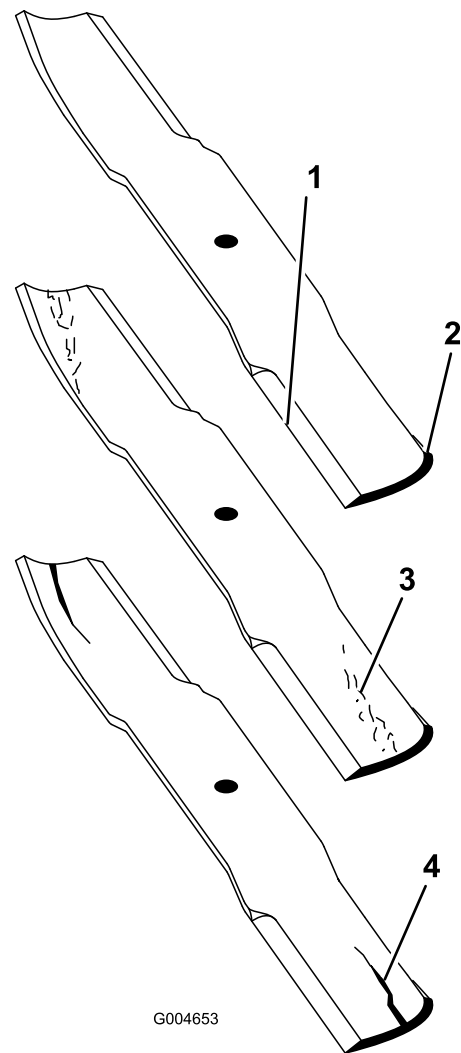

Figure 71
1. Examinez le tranchant des lames (Figure 71). Si les lames coupent mal ou présentent des indentations, déposez-les et aiguiser-les; voir Aiguisage des lames.
2. Inspectez les lames, surtout la partie relevée (Figure 71). Remplacez immédiatement toute lame endommagée, usée ou qui présente une entaille (Figure 71).